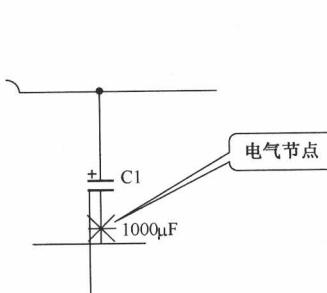

图 1-9 电气网格
**【电气网格】：**设置电气网格可以在元件放置和连线时自动搜索电气节点。如果选中该项，则在连线时会以【网格范围】栏中的设定值为半径，以光标中心为圆心，向四周搜索电气节点，并自动跳动电气节点处，以方便连线，如图 1-9 所示。